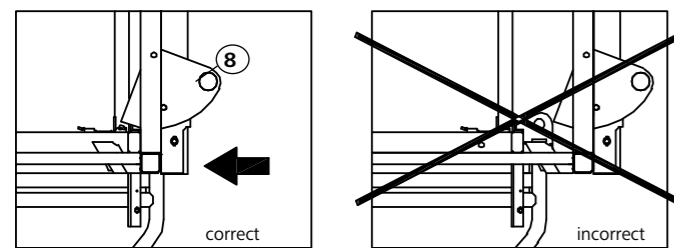
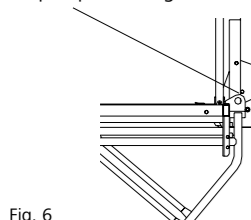

Fig. 5
Fig. 6
1. Manœuvrer le palonnier LAB pour arriver en butée sous la plate-forme à déplacer et positionner la fourche (Fig. 5). La plate-forme doit toujours être chargée symétriquement sur le palonnier, en respectant le centre de gravité.
2. Pour les plates-formes de travail légères, positionner la maille d'élingage en position (A), pour les plates-formes lourdes en position (B).
3. Pour activer la sécurité anti-soulèvement, vérifier que les deux cliquets pour charge lourde (8) s'enclenchent sur le châssis lors du levage des plates-formes de travail LAB (Fig. 6).